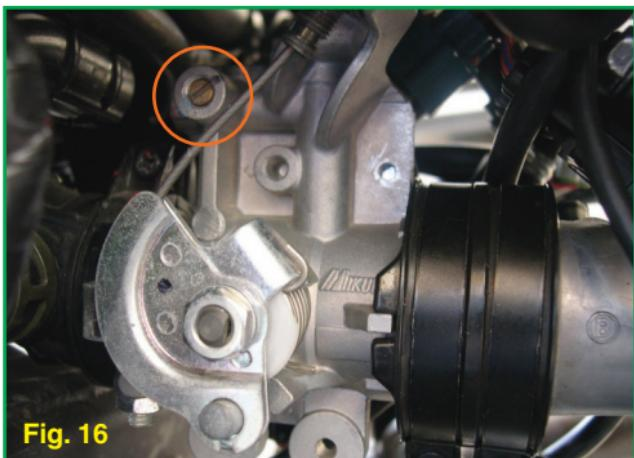

Fig. 16
- Régler le ralenti à l'aide de la vis (Fig. 16) située au côté droit du corps à papillons :  $1400 \div 1600$  trs/min.